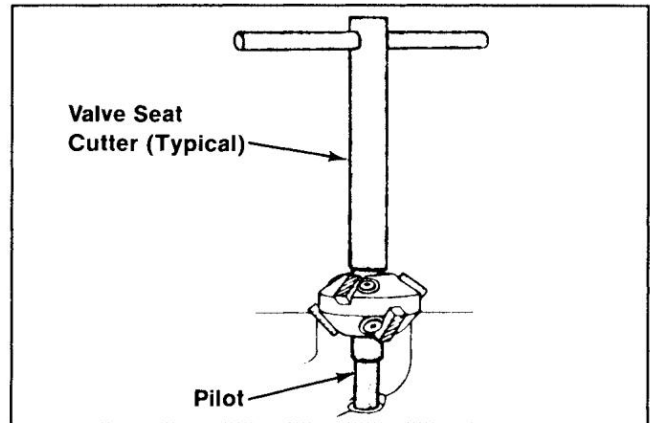

Figure 11-9. Coupe-siège de soupape standard.
- Utilisez un coupe-siège de soupape standard (voir Figure 11-9) et coupez le siège aux dimensions indiquées dans la Figure 11-5.